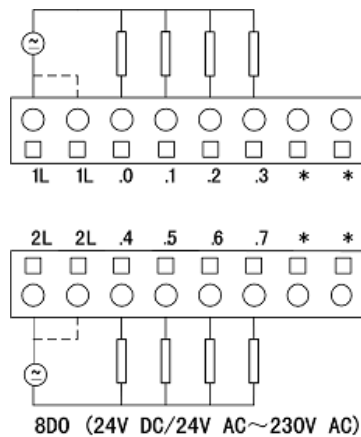

图3.1.7 LM3222端子定义与接线
8通道继电器输出模块LM3222的接线端子定义及典型现场接线如图3.1.7所示。
- 1L和1L、2L和2L之间在电路板内部是相连的(图3.1.7中以虚线表示);